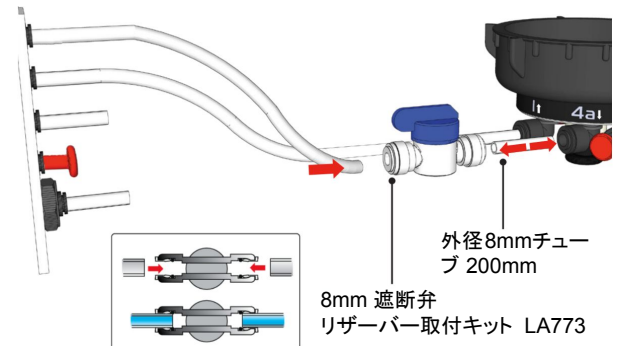

図2
4. 付属チューブを使用して遮断弁を貯水槽入口コネクタ(ポート4a)に接続(図2)